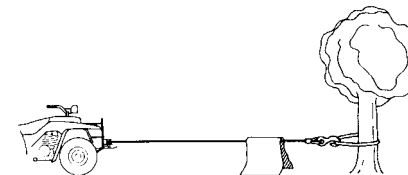

Figura 5
10. Es una buena idea poner una frazada pesada o abrigo sobre el cable de alambre cerca del extremo del gancho al tirar de cargas pesadas (Figura 5). En el caso de que el cable de alambre falle, la tela actuará como atenuador para evitar que el cable de alambre latiguee.